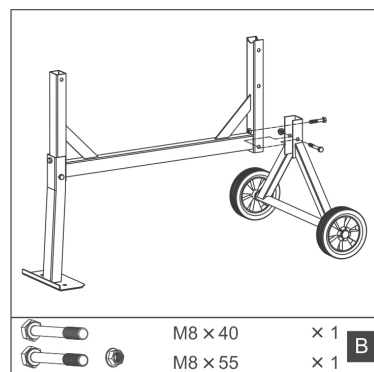

Fig.6
3. Monte la unidad de rueda en el bastidor del tambor premontado. Asegúrese de que todas las uniones atornilladas estén apretadas. Utilice los accesorios con la etiqueta (B), Fig.6.